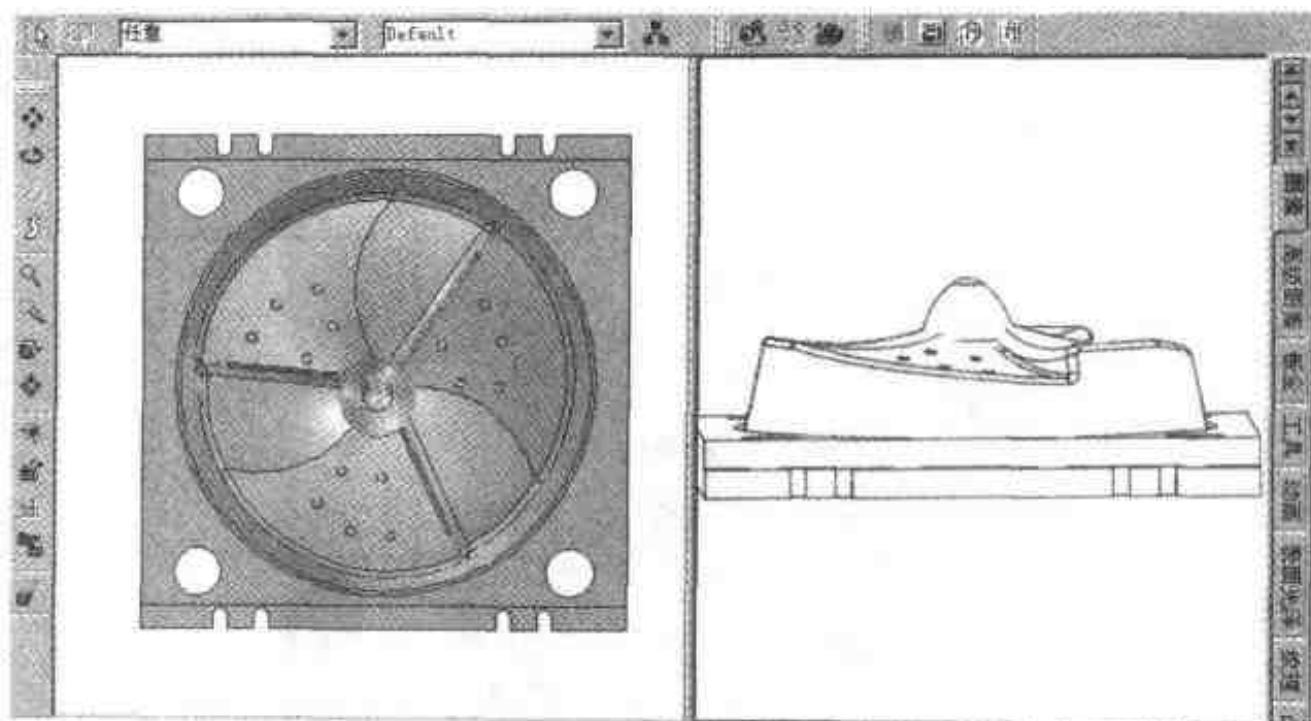

图 2.157 完成顶杆孔的生成
- (5) 按住 Shift 键选取这 5 个孔, 打开【三维球】并将三维球中心定位在中轴的轴心位置, 运用圆形阵列功能将此 5 个孔复制到另两个叶面, 结果如图 2.157 所示。